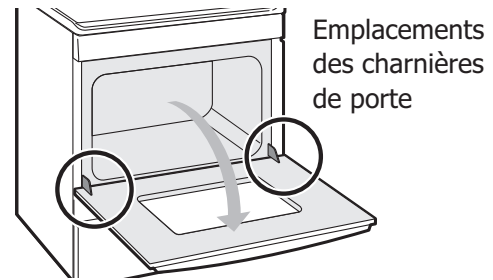

Figure 12 : Emplacement des charnières de porte
2. Tirer les verrous des charnières de gauche et de droite complètement vers le bas du cadre de four, vers la porte du four (voir Figure 12). Il peut être nécessaire d'utiliser un tournevis plat.
4. Pousser les verrous de charnière vers le haut et de part et d'autre du cadre de four à la position de verrouillage (voir Figure 12).